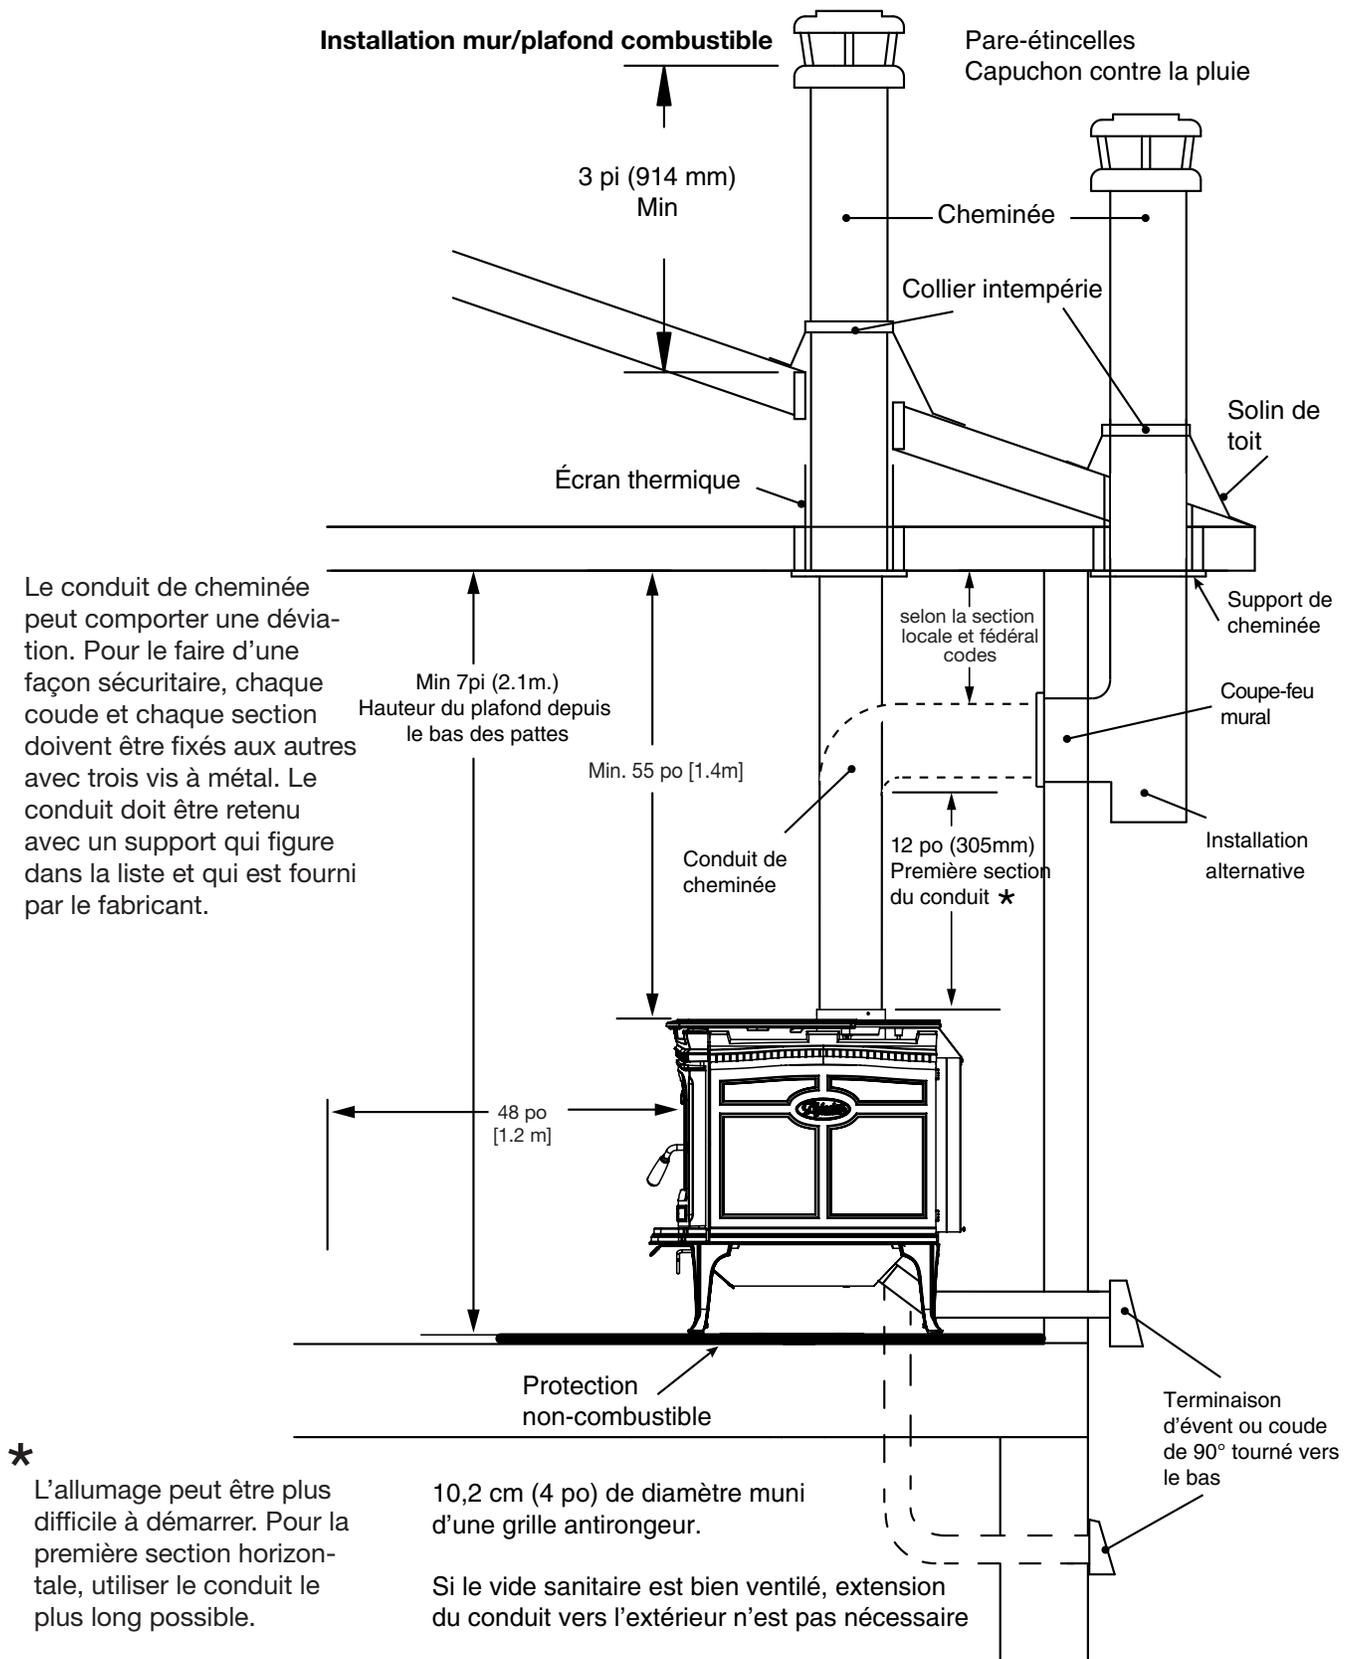
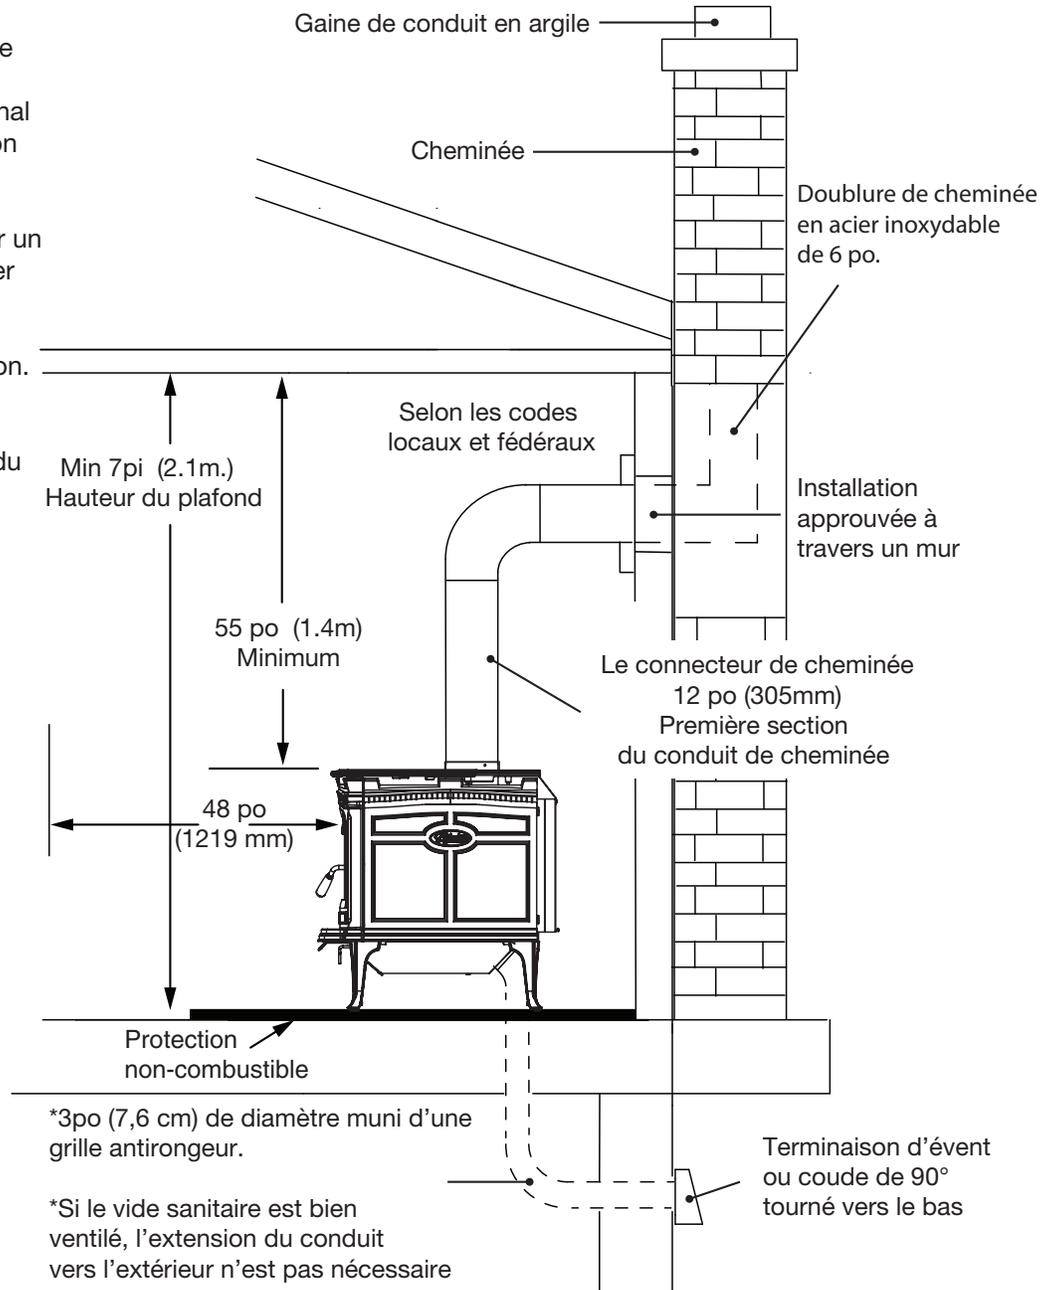

Figure 4: T5 LE Ventilation résidentielle.
Figure 5: Ventilation avec une cheminée de maçonnerie du T5 LE.
1. Placer le poêle et la protection du plancher en fonction du trou d'entrée d'air de combustion en s'assurant que les dégagements sont conformes à l'étiquette signalétique et tels qu'indiqués (Figure 4 à la page 16).
L'air doit provenir d'un vide sanitaire bien aéré ou directement de l'extérieur en utilisant une section de conduit supplémentaire (Figure 4 et Figure 5). Dans une installation résidentielle (habitation conventionnelle), l'appareil doit être fixé à la structure de la maison pour éviter tout mouvement du conduit d'air extérieur.